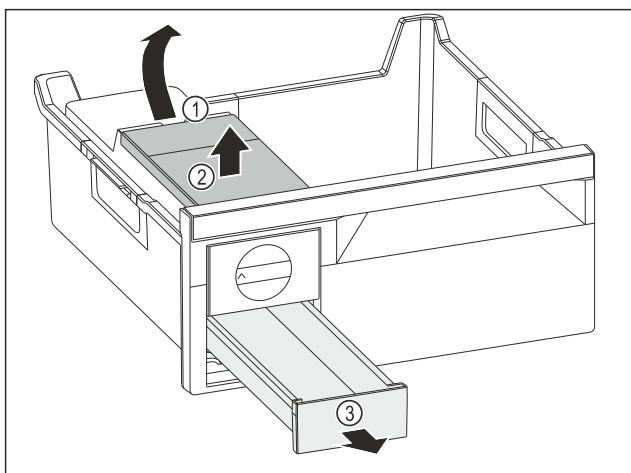

Fig. 110
- ▶ Odobratie nádržky na vodu: Nádržku na vodu nadvihnite za vybranie Fig. 110 (1).
- ▶ Nádržku na vodu Fig. 110 (2) odoberte smerom nahor.
- ▶ Zásuvku na kocky ľadu Fig. 110 (3) odoberte smerom nahor.